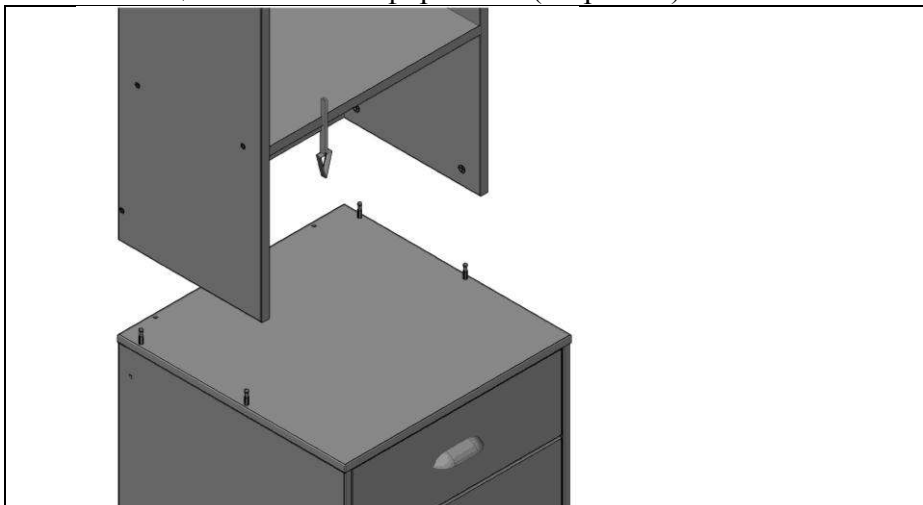

Рис.4
4.1.4. Сборку п. 4.1.3 поставить на тумбу (СМД.03 или СМД.01) (см.рис.4), в технологические отверстия вставить эксцентрики (поз.12) (см.рис.4а) и закрепить, повернуть эксцентрик по часовой стрелке 180° max. (см.рис.4б) соединить царгу и крышку тумбы с помощью винтов конфирматов. (см.рис.4в)
Рис.4а
Рис.4б